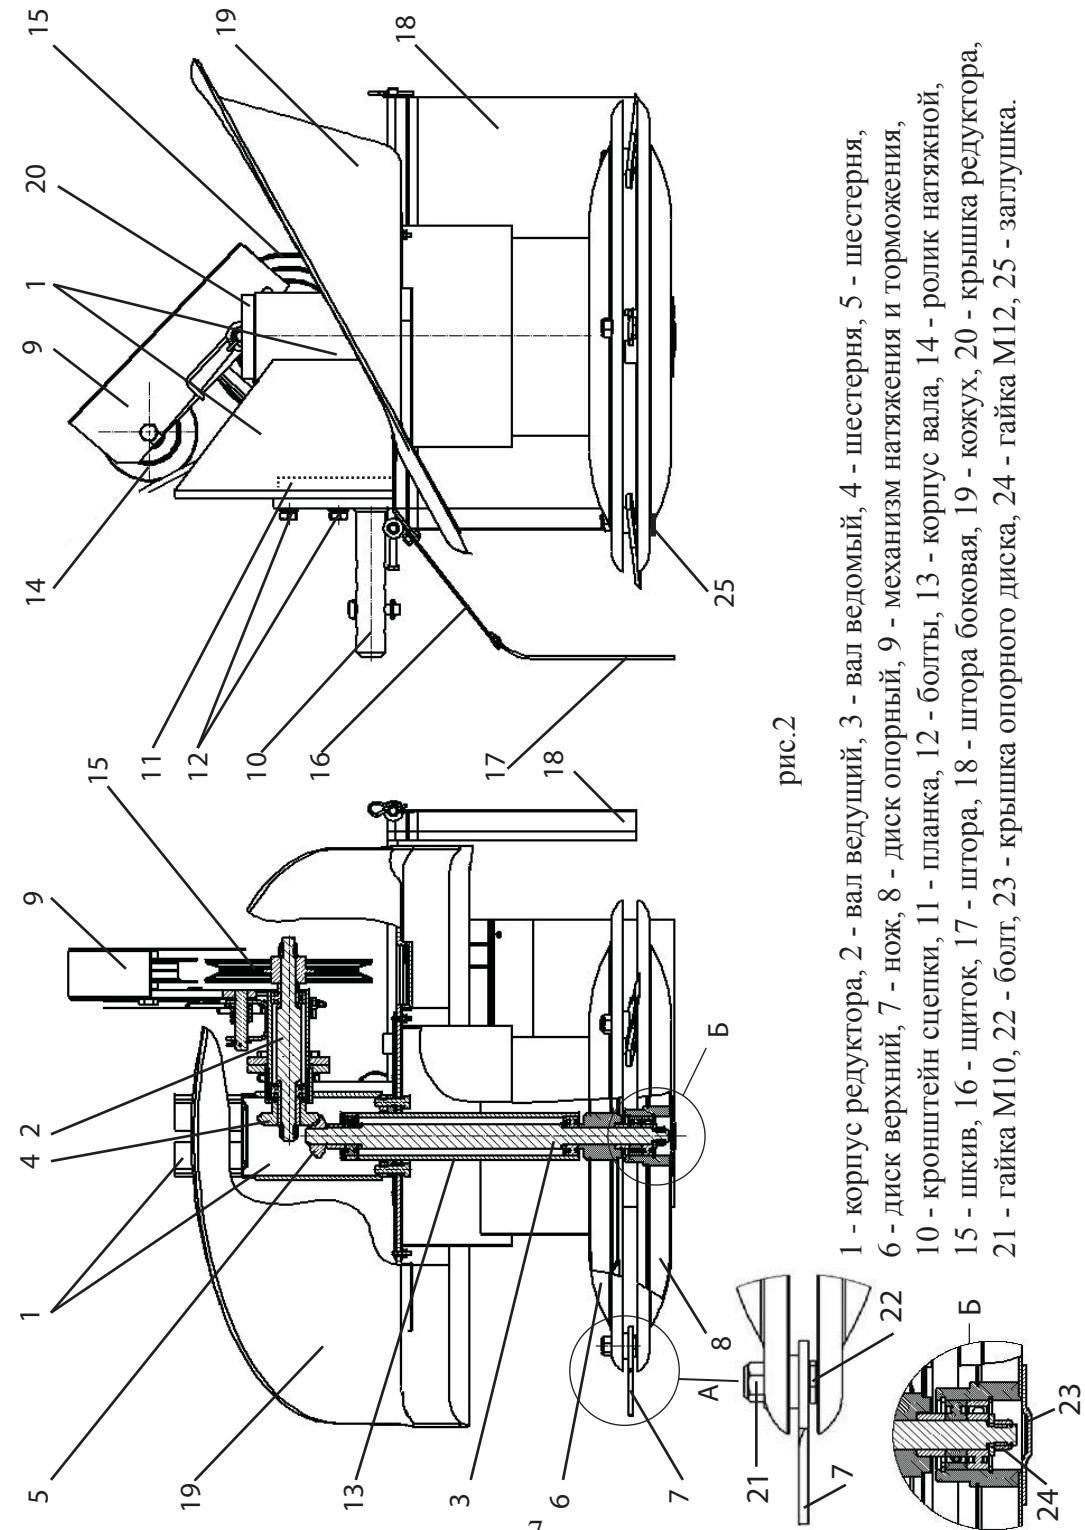

рис.2
Общая компоновка косилки приведена на рис.2. Корпус редуктора (1) является несущей частью конструкции. В корпусе размещены ведущий (2) и ведомый (3)